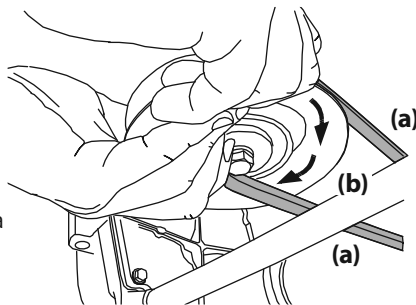

Figura 46
(b). Consulte la Figura 46. Baje la plataforma a la posición de corte más baja.
10. Mientras sostiene la correa y la polea de la PTO juntas, gire la polea de la PTO hacia la izquierda (Consulte la Figura 46). Siga sosteniendo y rotando la polea de la PTO y la correa de la PTO hasta que la correa de la PTO se enrolle totalmente en la polea de la PTO.